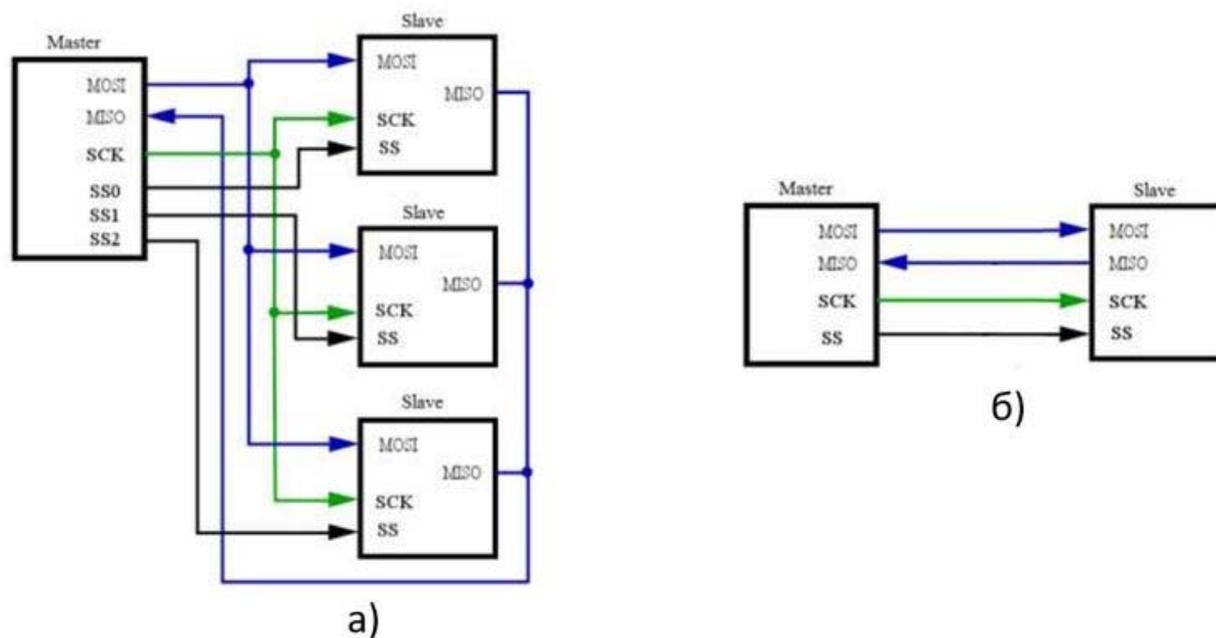

Рисунок 3 – Типовая схема соединения устройств по SPI-интерфейсу
Типовая схема соединения устройств по SPI (рисунок 3).
К ведущему все ведомые подключаются параллельно, за исключением сигнала выбора ведомого (SSx). Для каждого ведомого необходим отдельный сигнал выбора ведомого (рисунок 3, а). Для сигналов выбора ведомого могут использоваться как специально предназначенные для этого выходы SPI-контроллера, так и порты ввода/вывода общего назначения (GPIO) микроконтроллера.
Частным случаем независимого подключения является вариант с одним единственным ведомым (рисунок 3, б). Крайне не рекомендуется подтягивать сигнал SS к земле, чтобы устройство всегда было в активном состоянии, так как ведомое устройство может использовать сигнал SS для инициализации или для других служебных целей.
Основное неудобство при независимом подключении ведомых (см. рисунок 3) в том, что для каждого из ведомых необходим отдельный сигнал выбора ведомого (SS).